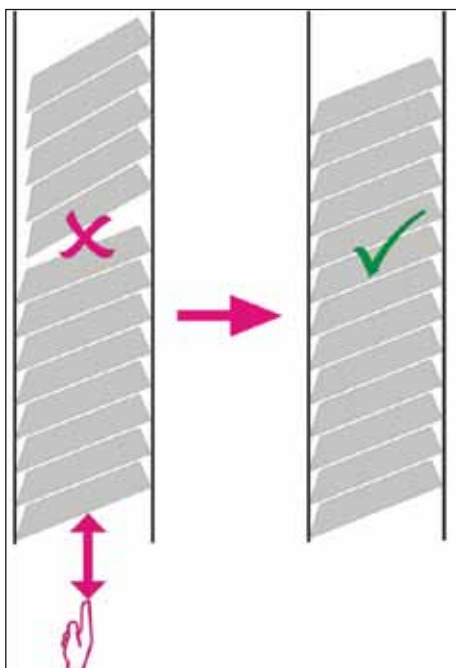

Fig. 29
✓ Kassettene bør da ligge som de skal i magasinet (→ "Fig. 29").
- Hvis det brukes tapede kassetter, må du påse at den nylig innsatte stabelen er perfekt justert med de tidligere lastede kassettenne (→ "Fig. 29").